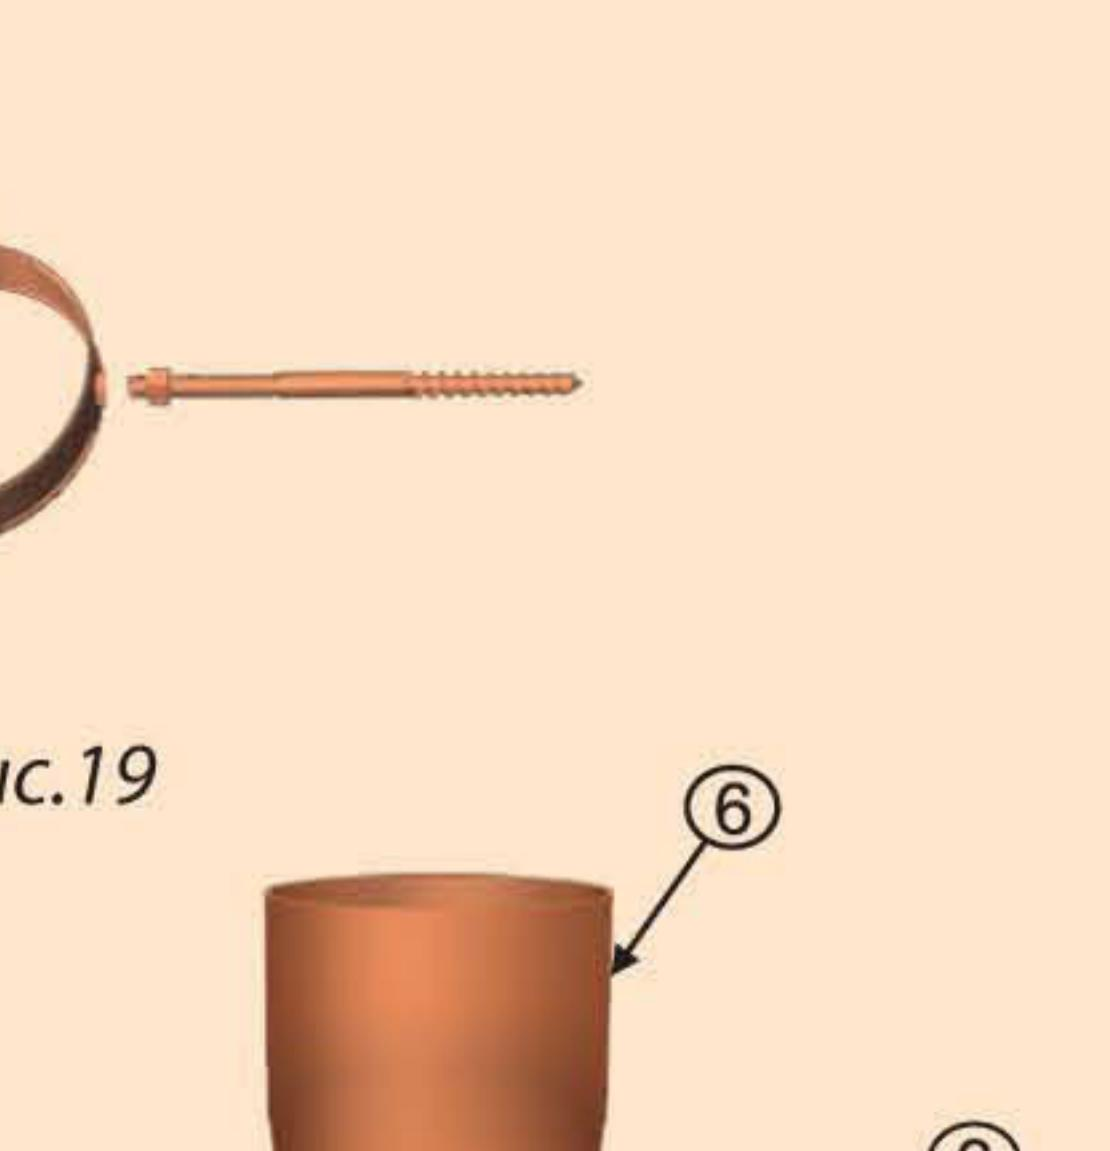

Рис.17
Выбор длины промежуточной трубы можно сделать на основе Таблицы 2. Колена универсальные ①②③ устанавливаются как показано на рис.17. Как правило, для установки колена ③ используют хомут крепления трубы, который служит нижним опорным элементом, обеспечивая фиксацию водосточного стояка и, одновременно, надежное соединение колена с водосточной трубой.